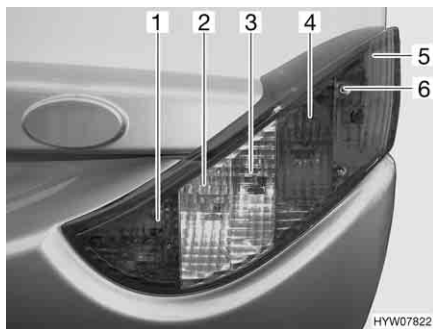

Fig. 235 Luci posteriori (lato anteriore)
- Svitare le tre viti ad esagono cavo (Fig. 235,6).